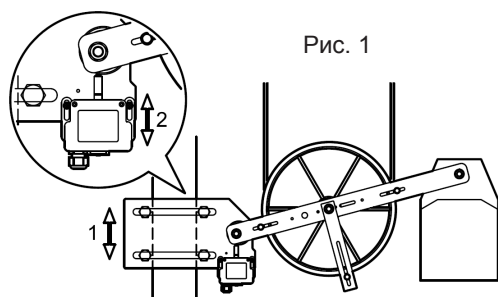

Рис. 1
- На предохранительном выключателе отрегулируйте положение крепления винтов в вертикальном направлении (Рис. 1 и Рис. 2, поз. 2)